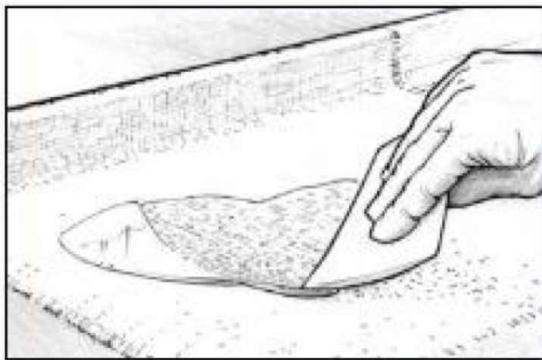

Рисунок 8-17 Распределите эпоксидную смолу по направлению от центра ткани к её краям.
5. Распределите эпоксидную смолу по всей поверхности ткани с помощью пластикового шпателя, осторожно перемещая ее на сухие участки (Рисунок 8-17). Для пропитки ткани на вертикальной поверхности используйте поролоновый валик или кисть. Хорошо пропитанная ткань станет прозрачной. При нанесении ткани на пористую поверхность, количество эпоксидной смолы должно быть достаточным для того, чтобы пропитать как ткань, так и поверхность под ней. Постарайтесь свести к минимуму движения шпателем. Чем больше движений на влажной поверхности, тем больше пузырьков воздуха остаётся в эпоксидной смоле. Этот особенно важно, если требуется прозрачное покрытие. Для пропитки ткани на горизонтальной поверхности, можно, как и в случае с вертикальной, использовать поролоновый валик и кисть.